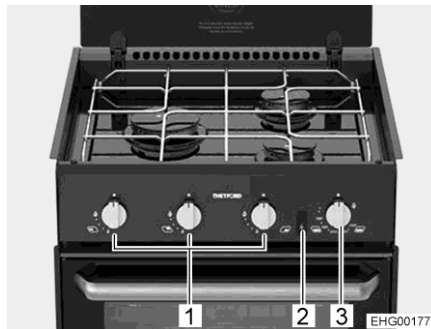
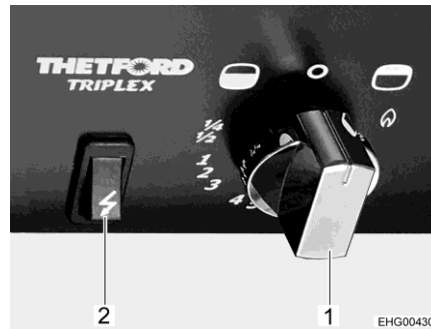

Fig. 157 Forno con piastre di cottura a gas
Fig. 158 Elementi di comando (forno a gas con grill)
- Premere il pomello girevole (Fig. 157,1) dell'impianto a fiamma libera desiderato, ruotarlo sulla posizione di accensione (fiamma alta) e tenerlo premuto finché la fiamma brucia (al massimo per 15 secondi).
- Premere il pomello girevole (Fig. 157,3 e Fig. 158,1) e ruotarlo in senso antiorario fino a raggiungere la posizione massima consentita (in direzione del simbolo del forno "  ").
- Premere il pomello girevole (Fig. 157,3 e Fig. 158,1) e tenerlo premuto per 5-10 secondi. Il gas fluisce verso il bruciatore.
- Premere l'interruttore di accensione (Fig. 157,2 e Fig. 158,2) finché la fiamma brucia.
- Premere il pomello girevole (Fig. 157,3 e Fig. 158,1) e ruotarlo in senso orario (in direzione del simbolo del grill "  ") e posizionarlo sul simbolo della fiamma).
- Ruotare il pomello girevole (Fig. 158,1) su "O". La fiamma si spegne.